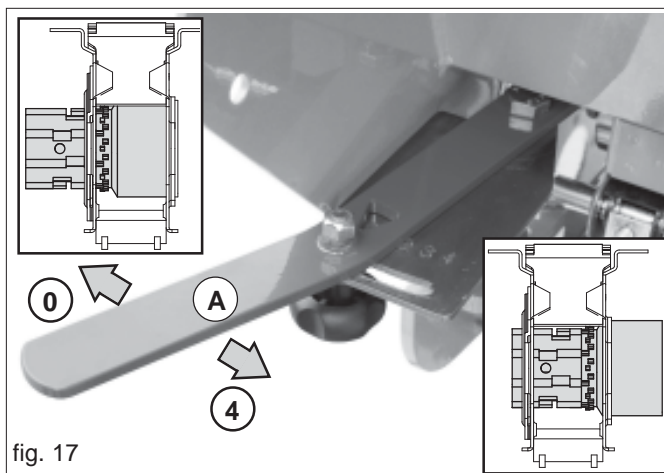

fig. 17
- 2) la palanca (Fig. 17) en posición «A»;
La máquina ha sido predispuesta con rodillos para la distribución de semillas de pequeñas, medianas y grandes dimensiones. Antes de comenzar la siembra, seleccione la posición más adecuada para la palanca de apertura de los rodillos dosificadores, en función de la cantidad de semillas a distribuir, siguiendo las instrucciones indicadas en las TABLAS DE DISTRIBUCIÓN (pág. 15). La regulación de la apertura de los rodillos dosificadores se efectúa moviendo la palanca (A, Fig. 17) a lo largo del ojal situado entre las referencias 0 y 4.
- 6) A este punto, es posible regular perfectamente la cantidad a distribuir variando la posición de la palanca (A, Fig. 17).